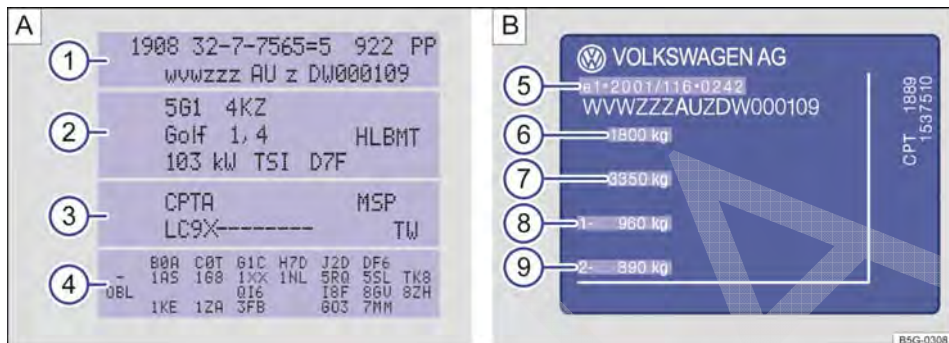

Fig. 323 A) Etiqueta de dados do veículo: na figura de exemplo com o código do motor CPTA ③. B) Plaqueta de identificação.
A etiqueta de dados do veículo → Fig. 323 A) está colada no revestimento do compartimento de bagagem traseiro na parede do compartimento de bagagem e contém os seguintes dados:
- ① Número de identificação do veículo (número do chassi)
- ② Modelo do veículo, potência do motor, transmissão
- ③ Códigos do motor e da transmissão, código da cor, acabamento interno. No exemplo, o código do motor é "CPTA" → Fig. 323
- ④ Equipamentos opcionais, números PR
A etiqueta de características do veículo → Fig. 323 B) pode ser vista na coluna da porta após a abertura da porta do condutor. Veículos para determinados países de exportação não possuem plaqueta de identificação.